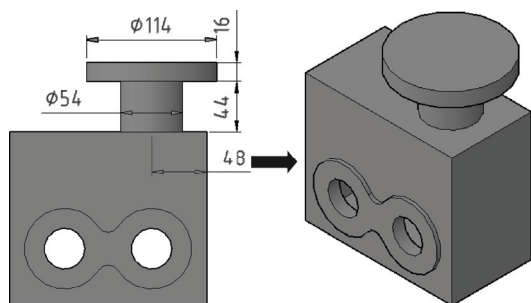

图 14-26 创建圆柱体
11) 将“视图”转换到“西南等轴测”; 执行“圆柱体”命令, 在箱体顶部长方形面右下方边的中点位置绘制一个 $\Phi 54 \times 44$ 的圆柱体(拉伸方向指向正上方); 重复执行“圆柱体”命令, 在刚才绘制的圆柱体顶端圆心位置绘制一个 $\Phi 114 \times 16$ 的圆柱体(拉伸方向指向正上方); 执行“并集”命令, 将刚才绘制的两个圆柱体并集; 执行“移动”命令(M)将刚才并集的图形向左上方移动 48; 执行“并集”命令, 将所有图形并集, 如图 14-26 所示。